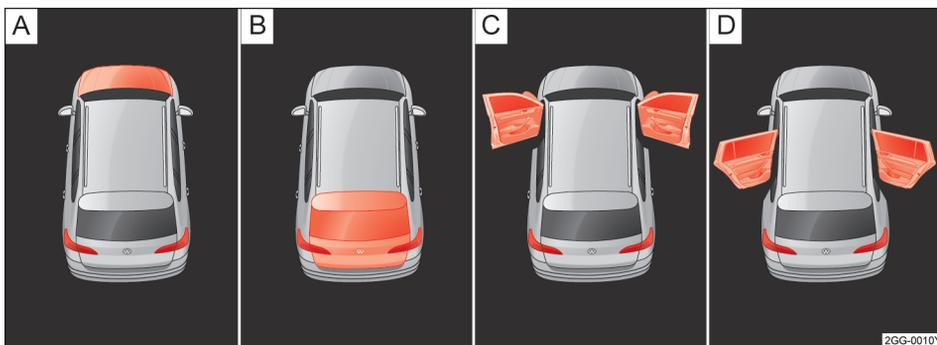

图 12 显示屏显示：(A) 发动机舱盖处于打开状态，(B) 行李厢盖处于打开状态，(C) 前车门处于打开状态，(D) 后车门处于打开状态
视汽车装备而定，在显示屏→ 图 12 中可以显示不同的信息：
车门、发动机舱盖和行李厢盖未关闭→ 图 12
| → 图 12 说明 | | 详细说明 |
- 车门、发动机舱盖和行李厢盖未关闭→图 12